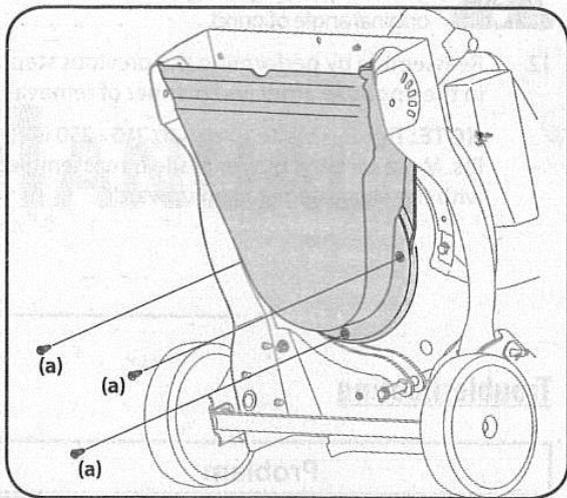

図8-11
7. 本体を慎重に傾けて、本体底部の作業ができるように固定してください。本体底部にある、黒いプラスチックの下部ハウジングを固定している3本のショルダースクリューを外します。(図8-11-a)